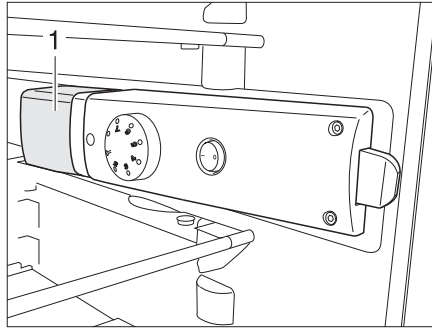

Fig. 370 Lampe du réfrigérateur
- De l'arrière, saisir en dessous du cache de luminaire (Fig. 370,1) et soulever le cache de luminaire d'env. 3 mm.